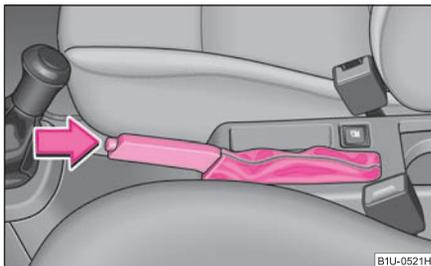

Fig. 107 Console centrale:
- Tirez un peu le levier du frein à main vers le haut et enfoncez **simultanément** le bouton de verrouillage ⇒ fig. 107.